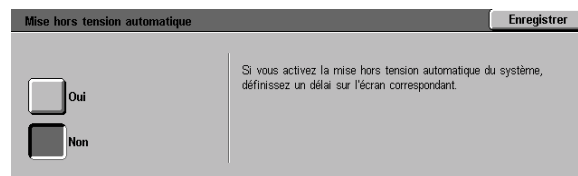

Figure 37 : Écran Mise hors tension auto
- À partir de l'écran Mise hors tension auto (figure 37), appuyez sur Activer ou Désactiver.